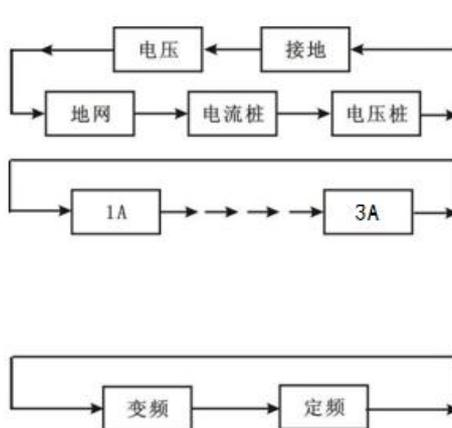

图10 参数设定流程图
(3) 在光标当前所示项目，按 **增大**、**减小** 键可进行该项菜单的变更，并循环指示，流程见图 10 所示。
(4) 将菜单变更至与测试要求相对应后即可按选择键进行下个项目的选择。